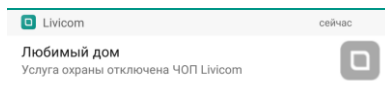

Рисунок 8.4 – Push-уведомление об отключении охраны
- объект переводится в состояние *Деактивирован*⁶. Пользователи приложения Livicom получают push-оповещения об отключении услуги охраны (см. рисунок 8.4).